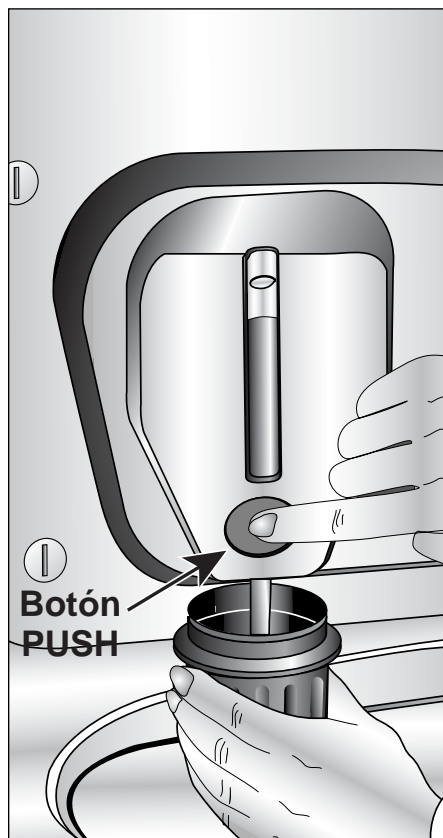

Figura 2
7. Coloque la tapa de la botella de detergente bajo el botón "PUSH". Llene la tapa con detergente del surtidor tan llena como lo haría para la mayoría de las cargas oprimiendo y sosteniendo el botón "PUSH" (figura 2). Coloque el detergente de la tapa en la tina u otra vez en el surtidor quitando el tapón de llenado.